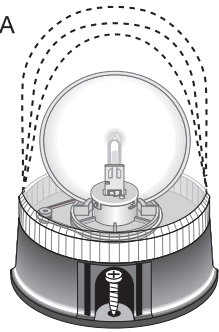

Fig. A1
- 3) Fissare il girofaro alla carrozzeria nel punto prescelto mediante tre viti (fig. A1).
- 3) Fixer le feu tournant à la carrosserie dans le lieu choisi au moyen de trois vis (fig. A1).
- 3) Die Drehleuchte mittels drei Schrauben am ausgewählten Punkt der Karosserie befestigen (Fig. A1)
- 3) Sujete el faro giratorio en el punto escogido del vehículo con tres tornillos (fig. A1).
- 3) Fixe o farol no local do veículo escolhido através de três parafusos (fig. A1)